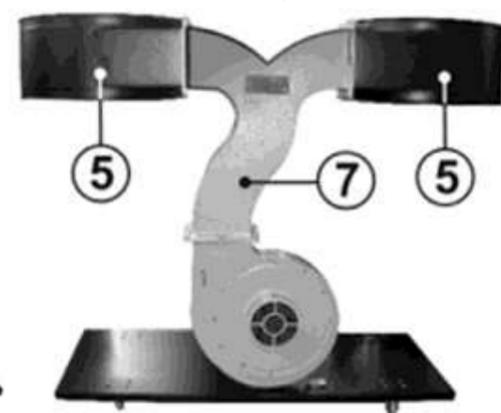

Рис.6
- 8.4. Закрепите болтами к отводу (7) левый и правый корпус фильтра (5), установив между ними прокладки, Рис.6.